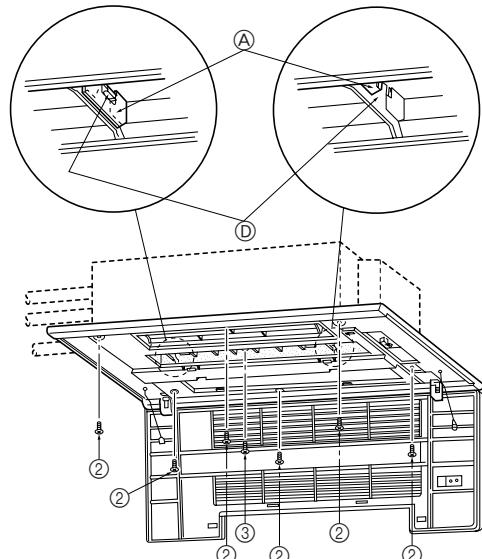

Fig. 5-5
- Stel het voorpaneel zo af dat dit precies past in de hoek tussen het plafond en de muur en breng de montagebouten (2) (meegeleverd bij de rooster) aan op de vier plaatsen, links en rechts. Draai de bouten nog niet helemaal aan. (Fig. 5-5)
- Draai de bevestigingsbouten (2) nu aan en draai ook de bevestigingsschroeven (3) op drie plaatsen in het midden aan.
- Draai uiteindelijk de bevestigingsbouten (2) op de vier plaatsen, rechts en links aan.